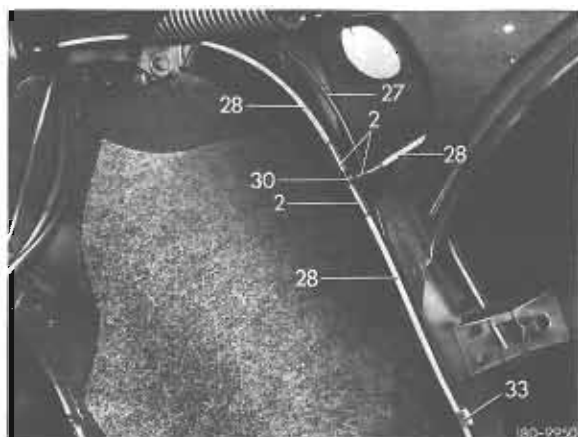

Bild 22
46 Ein T-Stück (30) mit drei 30 mm langen Verbindungsstücken (2) an die Unterdruckleitung (28) nach Bild 22 montieren.
50 Unterdruckleitung (28) 1450 mm lang am T-Stück (30) im Kofferraum anschließen (Bild 22).
51 Beide Unterdruckleitungen (27 und 28) an der rechten Seite des Kofferraumbodens und im Heckmittelstück zum Heckdeckelschloß verlegen (Bild 22 und 25).
52 Unterdruckleitungen (27 und 28) am Radeinbau mit der Steckklammer (33) und am Kofferraumboden mit den vorhandenen Kabelbändern befestigen. Anschließend Abdeckung (a) wieder montieren (Bild 22 und 23).